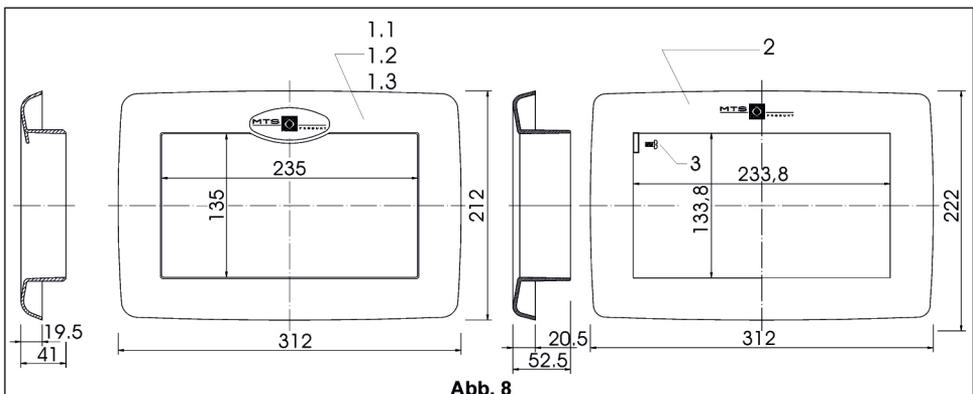

Abb. 8
2.3 Skimmerblenden (Abb. 8)
Abb. 8, Pos. 3 Schraube DIN 85 M4x8 kS, Art. 0104804080, zur Befestigung der Skimmerblende (V4A, Guss) Art. 10201 im Skimmer – im Lieferumfang der Skimmerblende enthalten.